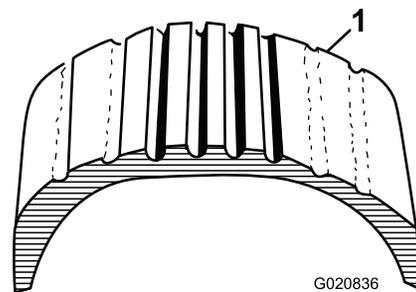
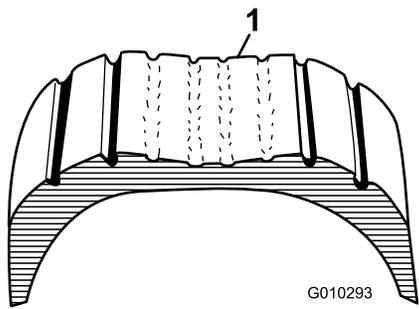

Figure 12
Figure 13
1. Vérifiez visuellement l'état et l'usure des pneus (Figure 12 et Figure 13).